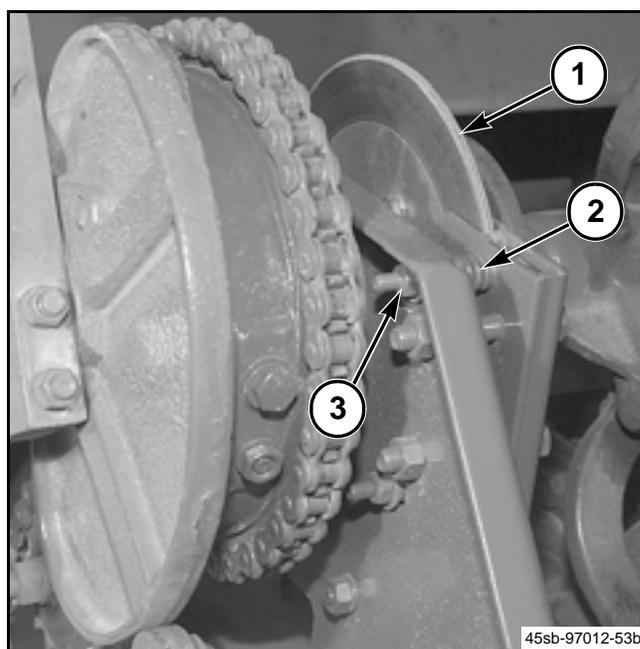

FIG. 47
FIG. 47: El freno del anudador (1) evita que los anudadores y las agujas se muevan de la posición neutral desde el momento en que los anudadores son desplazados hasta que son impulsados por la rueda motriz de impulsión del embrague. Para ajustar la tensión de los resortes de la zapata del freno (2), apriete o afloje las tuercas de ajuste del freno (3). Si quedan muy flojas, las agujas pueden entrar en la cámara de fardos causando que el perno de seguridad del volante se quiebre cuando el brazo del cigüeñal golpee el tope de seguridad de las agujas.